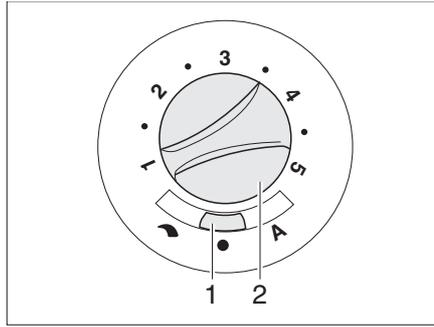

Fig. 110 Conmutador de mando para ventilador de circulación de aire (12 V)
- Ajustar el conmutador deslizante (Fig. 110,1) en "☞" (regulación manual) o "A" (modo automático).
- Cuando en el conmutador deslizante (Fig. 110,1) está ajustado "☞" (regulación manual): Ajustar la potencia deseada del ventilador de circulación de aire con el botón giratorio (Fig. 110,2).
- Ajustar el conmutador deslizante (Fig. 110,1) en "●" (Off). Con el funcionamiento de la calefacción esta posición del conmutador no tiene función.